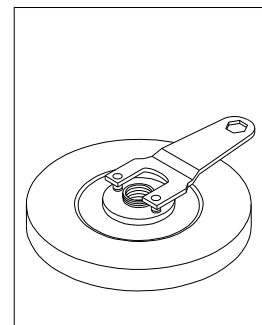

Рис. 6.11.4
(3) Для того, чтобы крепко затянуть гайку, используйте Y-образный гаечный ключ (вращение по часовой стрелке - ослабить гайку; против часовой стрелки - затянуть гайку), как показано на рис. 6.11.4